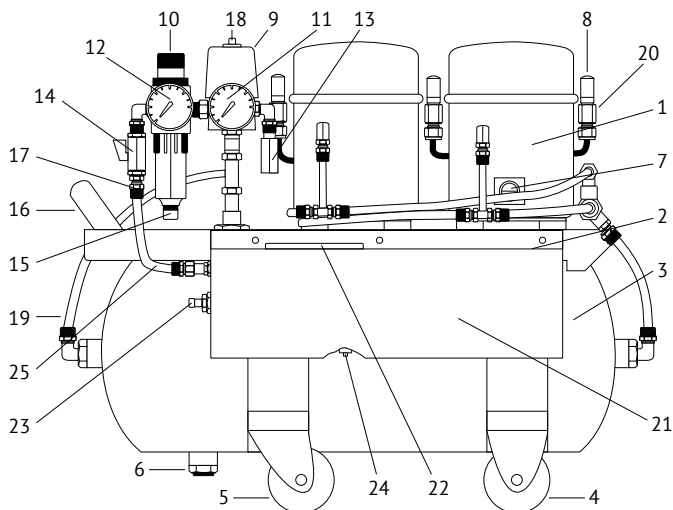

Рис. 1. Компрессор К-25:
### 4.1 Внешний вид панели показан на Рис. 1.
6.4 Убедившись, что выключатель 18 (Рис.1) выключен, подключите компрессор к сети переменного тока 220 В, 50 Гц, имеющей заземляющий контакт.
7.2.1 Закройте *кран 14 (Рис.1)*.
7.3.1 Закройте *кран 14 (Рис. 1)*.
7.3.2 Соедините *шлангом 25 штуцер компрессора 17* с входом блока усилителя, как показано на *Рис. 1*.
7.4 При кратковременных перерывах в работе достаточно перекрыть *кран 14 (Рис.1)* и стравить воздух из подводящего шланга с помощью присоединенной панели ПСКА или другого оборудования. Для возобновления работы достаточно открыть *кран 14*.